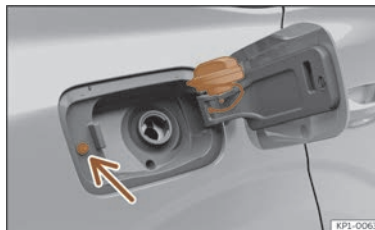

Fig. 201 Clapeta rezervorului de combustibil cu bușonul atașat.
- Așezați bușonul în spațiul din balamaua clapei deschise >>> **fig. 201.**
Evitați să atingeți butonul de blocare a clapei rezervorului de carburant >>> **fig. 201** (săgeată). Sistemul va considera că ați terminat și nu veți putea continua realimentarea. Apăsați butonul  de pe ușa șoferului din nou pentru a continua.